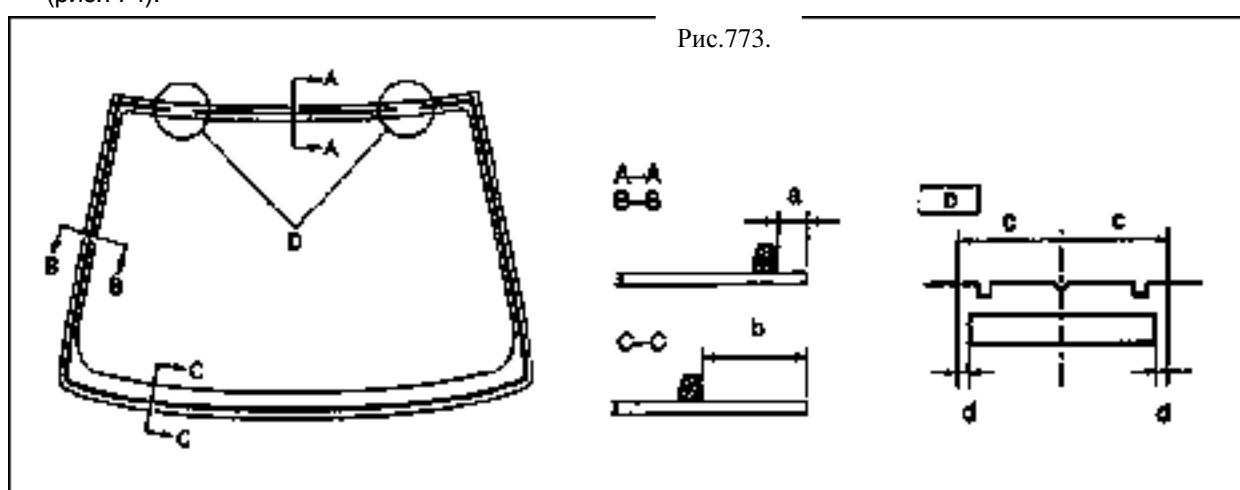

Рис.773.
- (a) Установите лобовое стекло в правильное положение (рис.773).